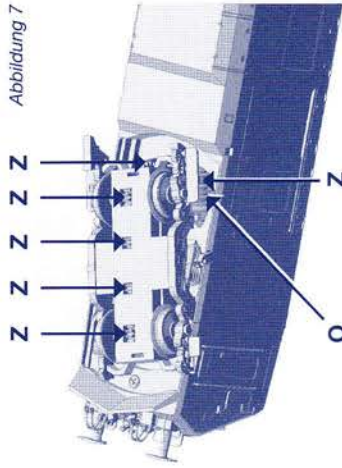

Abbildung 7
Auch zum Schmieren der Getriebeteile muss der Triebwagen nicht geöffnet werden. Viel mehr genügt es, das Motor-Drehgestell nach einer Seite wie in (Abb.7) dargestellt, zu verschnellen. Danach können Sie zwischen Drehgestell und Fahrgestell hindurch auf Schnecke und Schneckenrad (O) sehen und mit einer Pipette die kompletten Getriebeteile (Z) ölen. Fahren Sie danach mit dem Triebwagen etwas vor und zurück. So verteilt sich das Öl gleichmäßig. Verwenden Sie handelsübliche Öler mit feiner Kanüle oder einer Stecknadel. Achtung, kein Speiseöl oder Hautcreme verwenden.